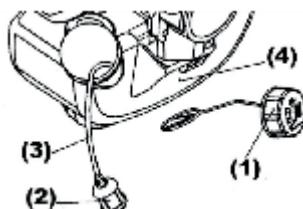

Рис. 12
9.2 .Топливный фильтр (рис. 12)